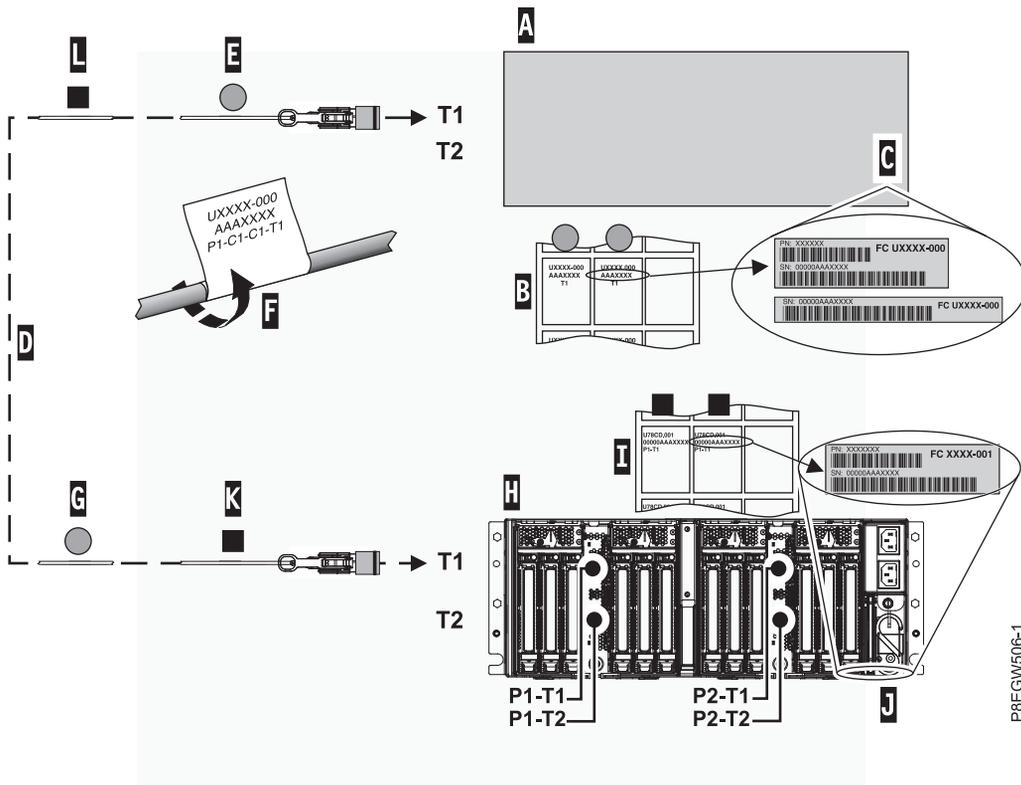

Figura 19. Etiquetado de un cable del cajón de expansión
**Nota:** Mientras realiza estos pasos, consulte la Figura 19 en la página 26 como referencia.
- e. Localice las etiquetas en la hoja de etiquetas del sistema host (B) que corresponden a la ubicación del adaptador de cable PCIe3 en el sistema host.
- f. Seleccione uno de los cables del cajón de expansión como cable superior (D) para conectarlo al puerto T1.
- g. Conecte la etiqueta Cx-T1 situada en el extremo de más a la izquierda del conector del cable (E). Consulte Figura 19. Recorte la etiqueta con el extremo en blanco de forma que la información de ubicación (F) esté visible.
- h. Tome la segunda etiqueta Cx-T1 de la hoja de etiquetas del sistema host (B) y póngala en el extremo opuesto del cable que se conecta al cajón de expansión PCIe3. Asegúrese de que la etiqueta se coloque a más de 100 mm (4 pulgadas) del extremos del cable (G). Consulte Figura 19.
**Nota:** Mientras realiza estos pasos, consulte la Figura 19 como referencia.
- a. Localice el cajón de expansión PCIe3 (H) que está conectando al sistema host.
- b. Localice la hoja de etiquetas de números de serie del cajón de expansión PCIe3 (I).
- c. Compare el número de serie del cajón de expansión PCIe3 (J) con el número de serie que aparece en la hoja de etiquetas del cajón de expansión PCIe3 (I).
- f. Pegue la etiqueta P1-T1 situada en el extremo de más a la izquierda del conector del cable (**K**). Consulte Figura 19 en la página 26. Recorte la etiqueta con el extremo en blanco de forma que la información de ubicación (**F**) esté visible.
- g. Tome la segunda etiqueta P1-T1 de la hoja de etiquetas del cajón de expansión y colóquela en el extremo opuesto del cable a más de 100 mm (4 pulgadas) del extremo del cable (**L**). Consulte Figura 19 en la página 26.